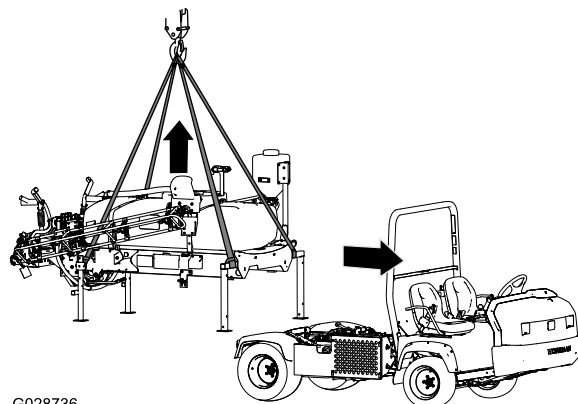

図 107
1. ブームを約45°の角度まで下降させ、前方に折りたたむ図 107。
5. 前側ジャッキスタンドの水平チューブと、後側ジャッキスタンドの垂直柱部分にクレーンを接続する 図 107。
7. クレーンでタンクスキッドを吊り上げるスキッドをぶつけないように十分高く吊ること 図 107。